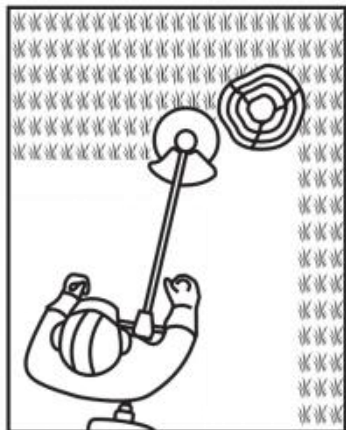

Fig. 48
2. Soyez particulièrement vigilant lorsque vous travaillez à proximité d'arbres et d'arbustes. La tête de coupe pourrait endommager l'écorce sensible et les poteaux de clôture (Fig. 48).